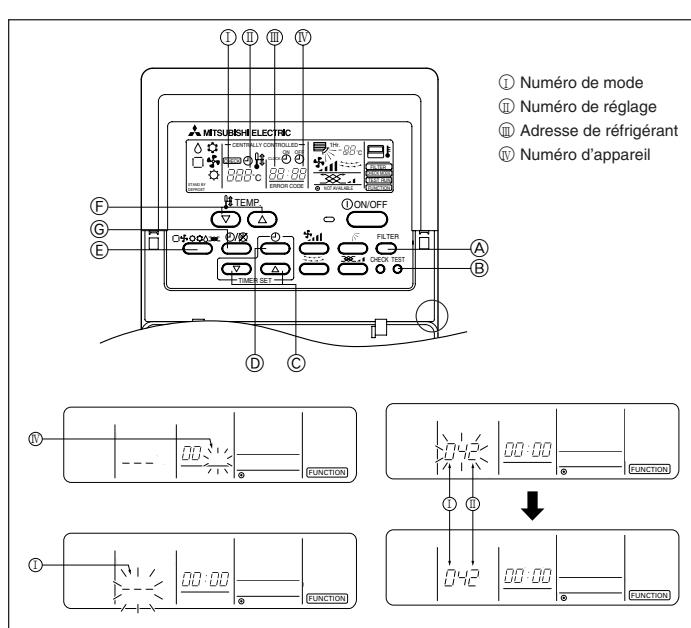

Fig. 6-5
6.3.1. Pour la télécommande filaire (Fig. 6-5)